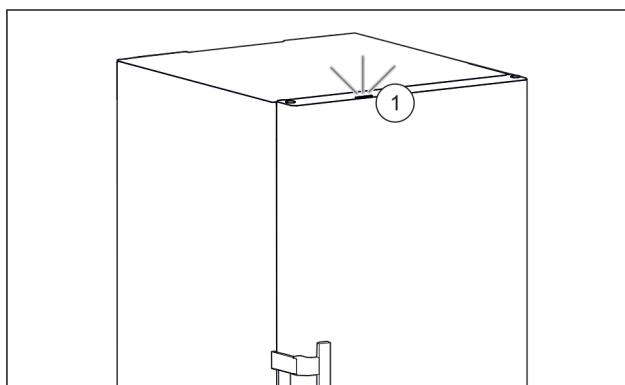

Fig. 42 Spia di stato attiva quando lo sportello è chiuso
- La spia di stato Fig. 42 (1) è attivata.